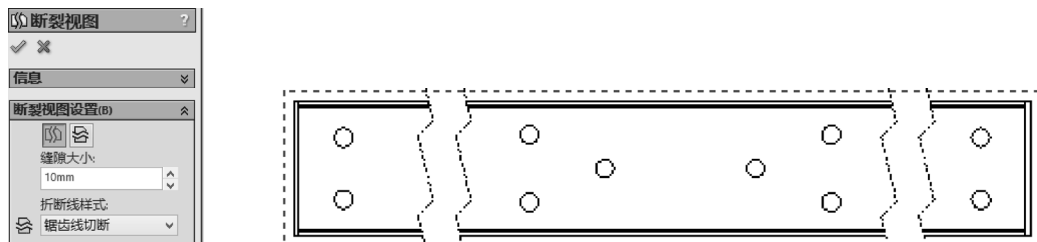

图 7-45 创建“断裂视图”操作
STEP 3 单击“工程图”工具栏中的“断裂视图”按钮, 打开“断裂视图”属性管理器, 保持系统默认, 在**STEP 2**创建的视图中连续单击4次(注意单击的位置, 每两次确定一个断裂剪裁区域), 创建断裂视图, 效果如图7-45所示。